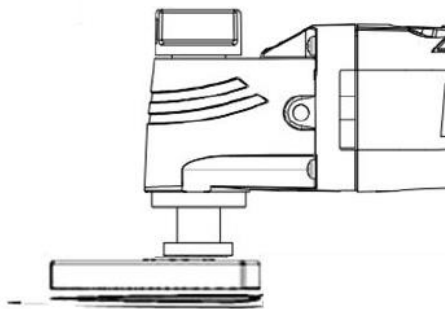

Рис. 3
- Чтобы снять шлифовальную бумагу, отклейте её с одной стороны и потяните (рис. 3)